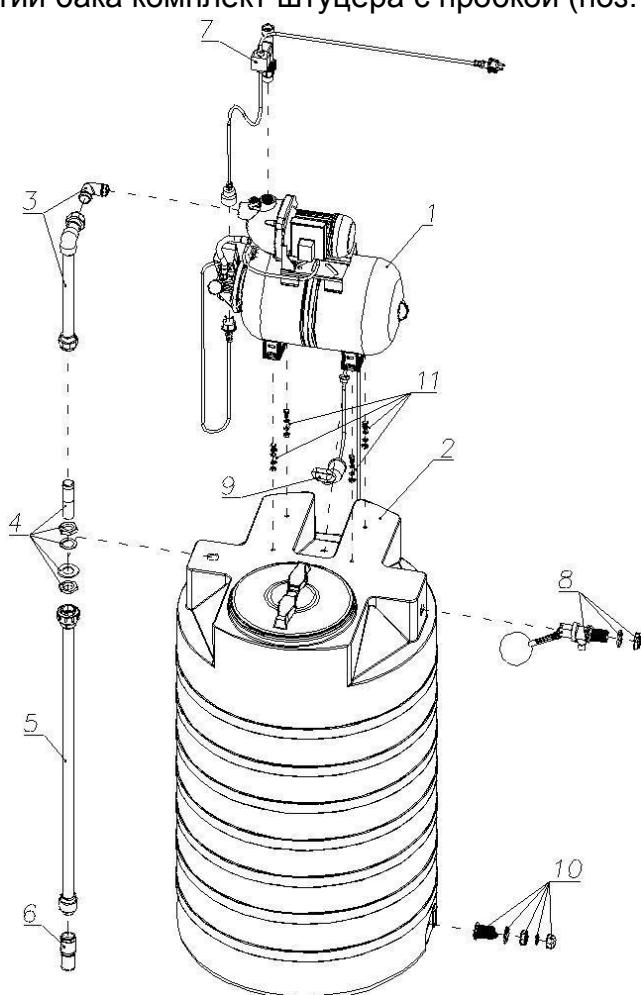

Рис. 3
Комплект крепежных элементов для соединения АНС с баком (поз11 рис.3) - 1 комп.
4. СБОРКА ОБОРУДОВАНИЯ (рисунок 3)
Из бака объемом 500 л (поз.2 рис.3) выкручивается верхняя резьбовая крышка горловины. АНС (поз.1) устанавливается на верхнюю площадку бака и закрепляется на ней с помощью крепежных элементов. В комплект крепежа (поз.11) входит: болт M8x30 – 4 шт; гайка M8 – 4 шт; шайба 8 – 8 шт; шайба пружинная 8 - 4 шт. Установка крепежа осуществляется через резьбовую горловину бака, как и последующие операции сборки.